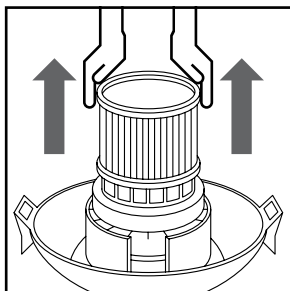

FIGURA 14
19. Deslice el filtro del cartucho para sacarlo de la cesta de la tapa. **(FIGURA 14)**